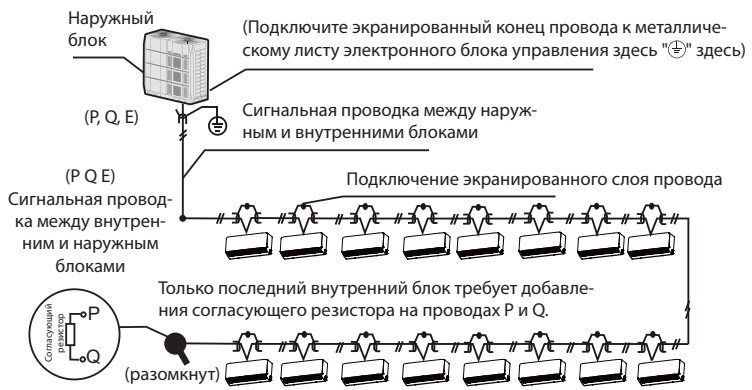

Рис. 8.7
- Экранированный слой необходимо должным образом заземлить, к внутреннему блоку должен быть добавлен согласующий резистор для повышения стабильности системы связи между клеммами P и Q (см. рис. 8.7).